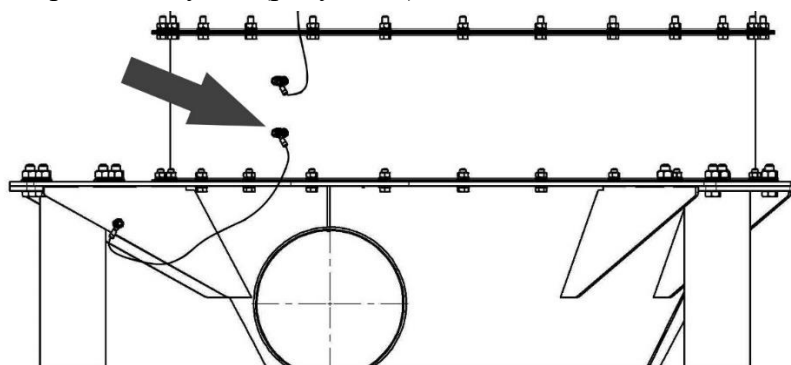

Рисунок 9
5.2.4 Для фильтров в антистатическом исполнении соединить заземляющий контур между фильтровальным опорным модулем (рисунок 9).